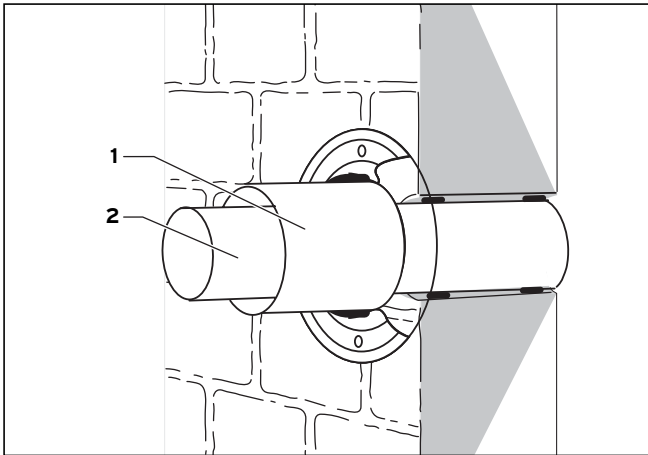

Рис. 5.36 Монтаж подсоединения
- Укоротите воздухопровод/трубу газоотвода согласно рис. 5.36 и размерам в главе 3. При укорачивании трубы воздухопровода обратите внимание, что конец с распоркой не отсоединяется.
- Установите трубу газоотвода (2) в стену и закройте ее соответствующим строительным материалом.